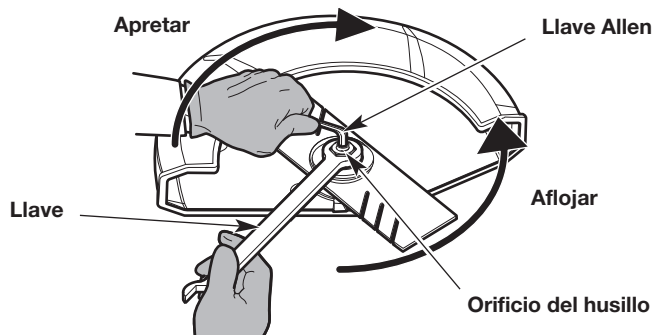

Fig. 12
1. Coloque una llave de 15/16 pulgadas sobre la contratuerca (Fig. 12).
2. Inserte una llave Allen de 5/16 pulgadas en el orificio del husillo (Fig. 12).
3. Mientras sujeta la llave Allen en su lugar, afloje la contratuerca girándola en sentido antihorario con la llave (Fig. 12).
2. Coloque la llave sobre la contratuerca (Fig. 12).
3. Inserte la llave Allen en el orificio del husillo (Fig. 12).
4. Mientras sujeta la llave Allen en su lugar, apriete la contratuerca girándola en sentido horario con la llave (Fig. 12). Cerciórese que la cuchilla de la bordeadora quede plana y centrada en relación con el eje de salida cuando apriete la contratuerca. Apriete la contratuerca hasta que la cuchilla de la bordeadora esté firmemente fijada.